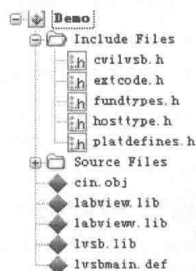

图 8-20 向项目添加必要文件
step 2 将 LabVIEW 中 CIN 文件夹下的相关头文件和静态链接库文件添加到项目中，并存储项目，如图 8-20 所示。